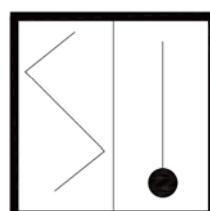

图8-136 最终结果
- 07 调用PL【多段线】命令，设置起点宽度、端点宽度均为20，绘制粗轮廓线的结果如图8-136所示。